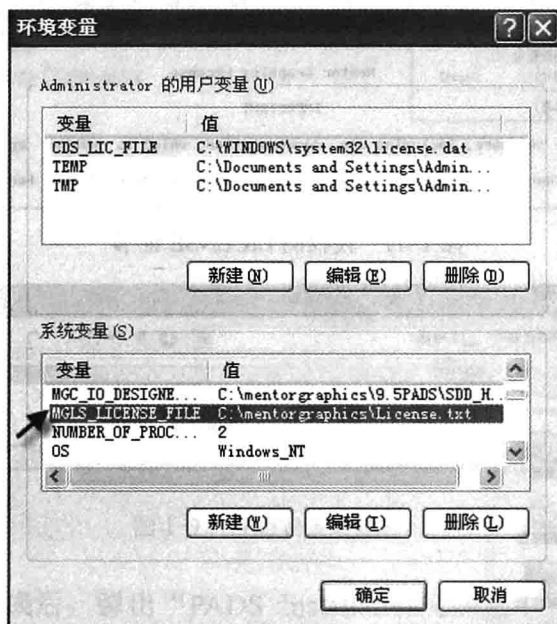

图 1-14 “环境变量”对话框
(11) 在弹出的“环境变量”对话框中,找到“MGLS_LICENSE_FILE”选项并双击。如果没有找到此变量,也可以单击【新建】按钮来建立此变量名,如图 1-14 所示。